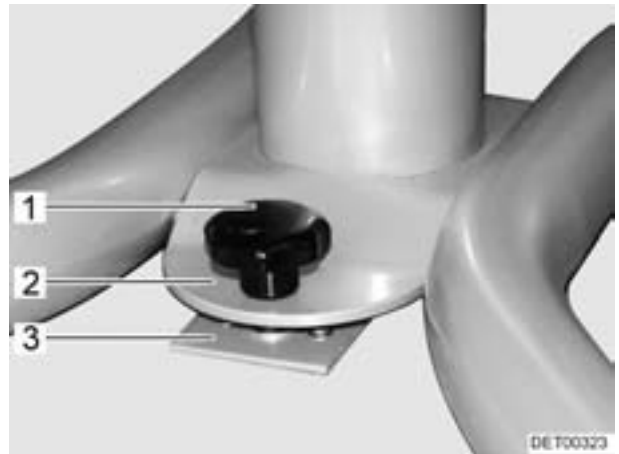

Bild 64 Arretierung starrer Tisch
- Den starren Tisch mit der Lochplatte (Bild 64,2) auf die Halterung (Bild 64,3) stellen.
- Den starren Tisch so verschieben, dass die Halteschraube (Bild 64,1) in die Halterung (Bild 64,3) geschraubt werden kann.